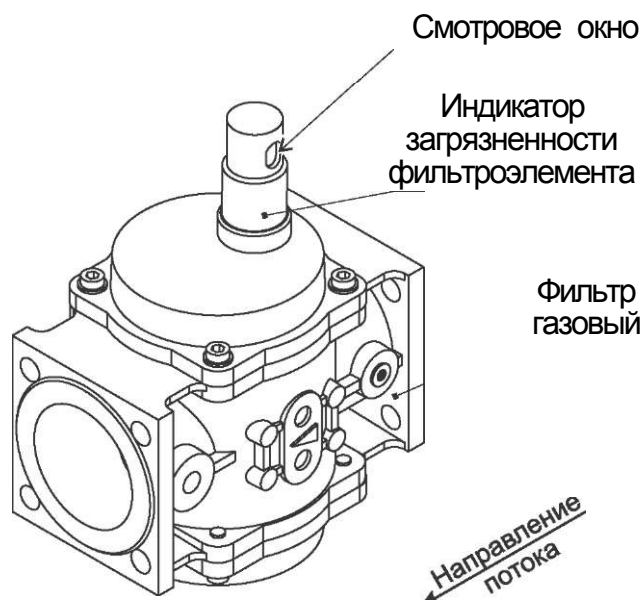

Рис. 9-16 Фильтр газовый с индикатором загрязненности фильтроэлемента
- полное перекрытие смотрового окна индикатора загрязненности (заполнение окна красным цветом) - см. рис. 9-16. Полное перекрытие смотрового окна соответствует перепаду давления 10 кПа;